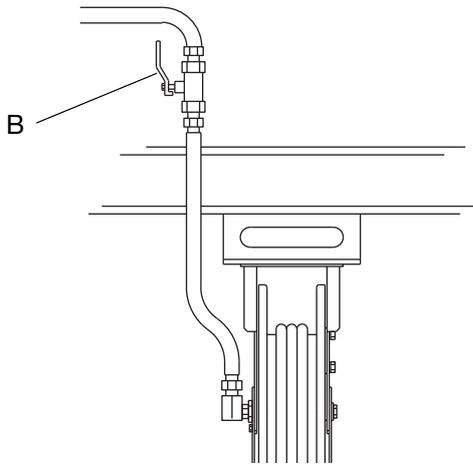

ABB. 3
1. Das Materialabsperrentil (B) an jeder Dosierstelle schließen (ABB. 3).
5. Öffnen Sie langsam das Absperrventil (B) an der Dosierstelle und lassen Sie eine ausreichende Menge Öl herausfließen, um sicherzustellen, dass das gesamte System sauber ist (ABB. 3).
6. Das Absperrventil (B) schließen (ABB. 3).